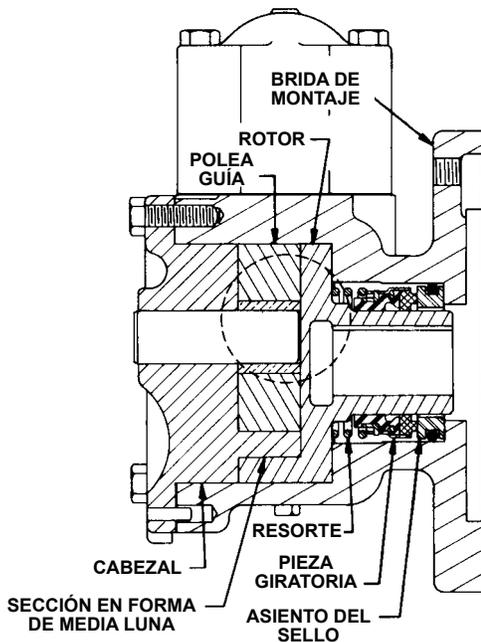

FIGURA 10
Para volver a montar las bombas con sello mecánico modelos H475, HJ475 ó HL475: consulte la Figura 10
- 6. AHORA EL CABEZAL SE PUEDE MONTAR EN LA BOMBA.** Incline levemente el cabezal de la bomba lejos de ésta hasta que la sección en forma de media luna ingrese al diámetro interior del rotor y gire la polea guía hasta que sus dientes se engranen con los dientes del rotor. No dañe las juntas del cabezal. Observe la posición correcta de la polea guía y de la sección en forma de luna. **Consulte la Figura 10 y el paso 2 de Desmontaje.**